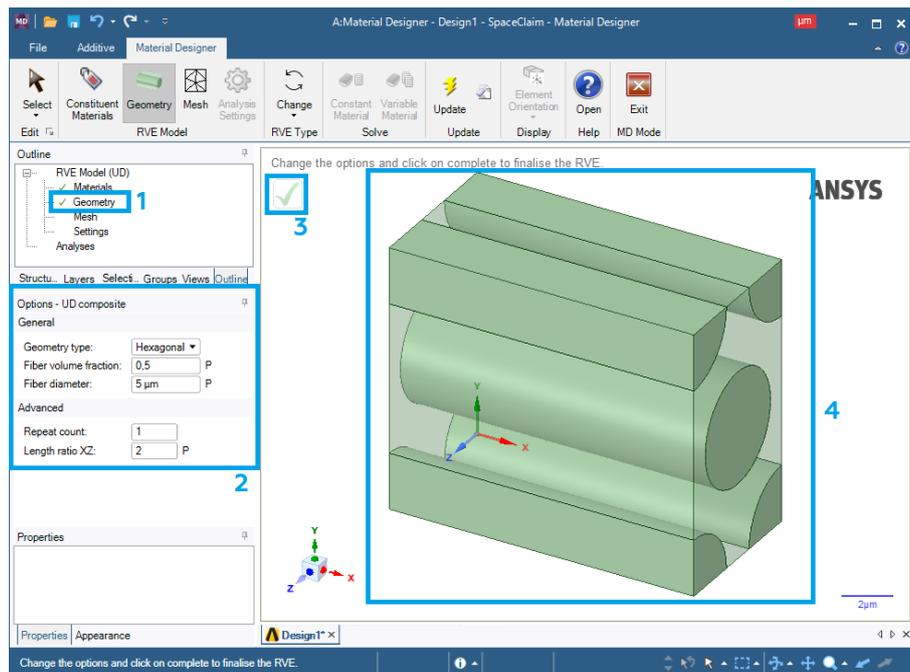

Рис. 6. Создание геометрии объемного элемента
6. Для создания геометрии объемного элемента (рис. 6) нажимаем ЛКМ на **Geometry** (1).